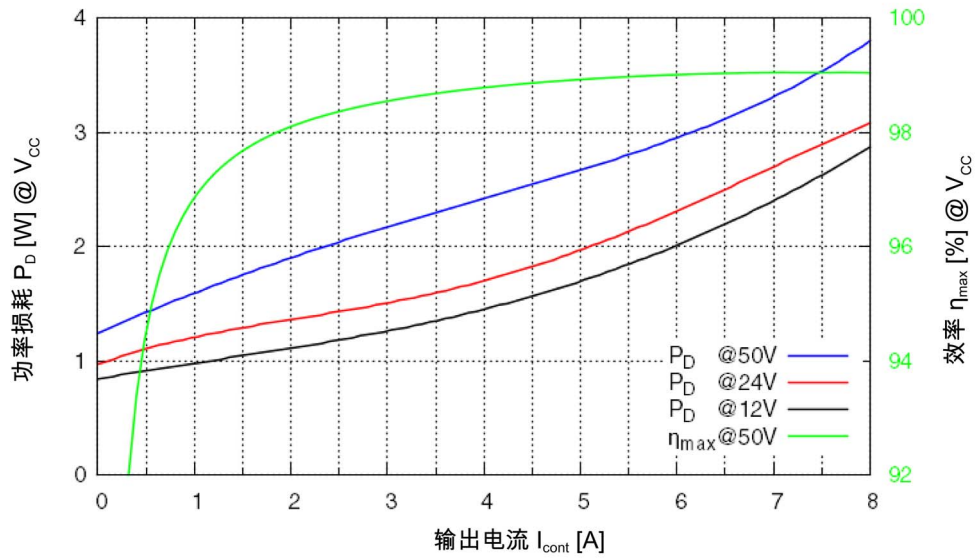

图 2-1 功率损耗和效率
扩展范围 *1)	Module 50/8: +45 ~ +85 °C Module 50/8 HE: +65 ~ +92 °C 降低额定功率 → 图 2-1
2) → 图 2-1